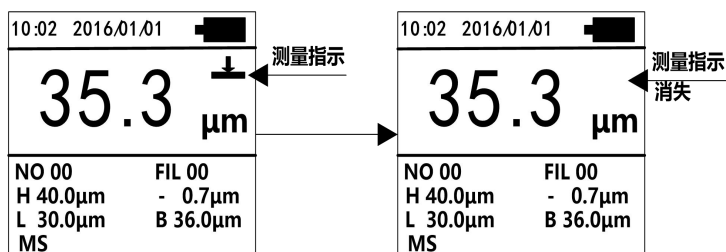

图2测量指示
**单次测量模式下，测量时要注意测量指示，箭头消失后才能再次测量，如图 2 所示。**
在“单次测量”模式下，仪器测头每次按下时仪器只能测量一次，再次测量需要把测头远离被测工件 10CM 以上并等待测量指示消失后才可，参考图 2 所示。这种模式下测量数据稳定、精准。